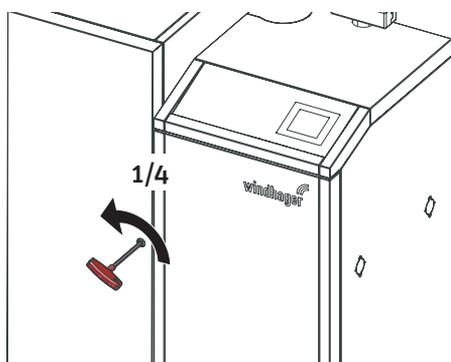

Fig. 5 Inserire la chiave a brugola, 1/4 di giro verso sinistra
- Inserire la chiave a brugola, ruotare di un quarto di giro verso sinistra – Fig. 5.